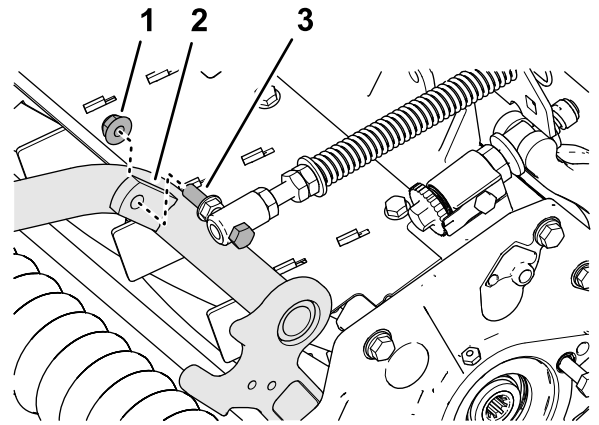

图 20
- 使用凸缘锁紧螺母 ( $\frac{3}{8}$  英寸) 将草坪补偿弹簧的平头螺丝组装到承载架 (图 20) 的右侧凸耳上。
4. 使用凸缘锁紧螺母 ( $\frac{3}{8}$  英寸) 将草坪补偿弹簧的平头螺丝组装到承载架 (图 20) 的右侧凸耳上。